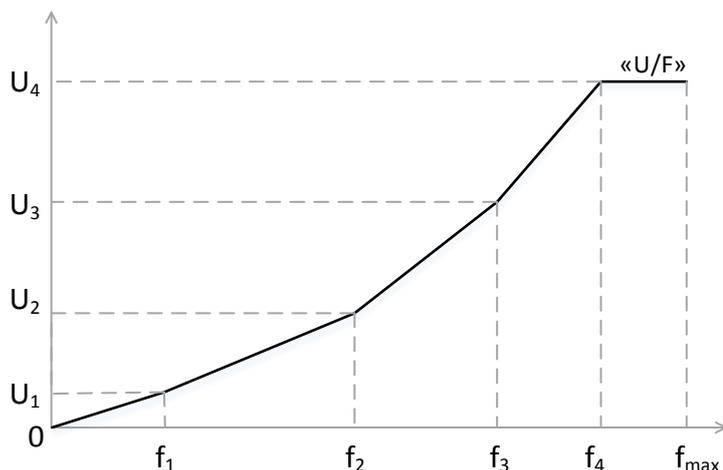

Рисунок 12 – Формирование напряжение на выходе МПЧ
2.2.6.1 При скалярном управлении зависимость действующего значения напряжения на выходе МПЧ от частоты «U/f» формируется по четырем точкам – параметрами в РХ по адресам 12-19 (см. рис. 12). Между точками зависимость аппроксимируется линейно.